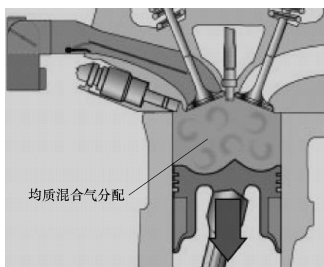

图 1-21 形成均质混合气
(3) **混合气形成过程** 均质混合气模式的混合气形成时间也较长, 这可使混合气能充分混合, 如图 1-21 所示。